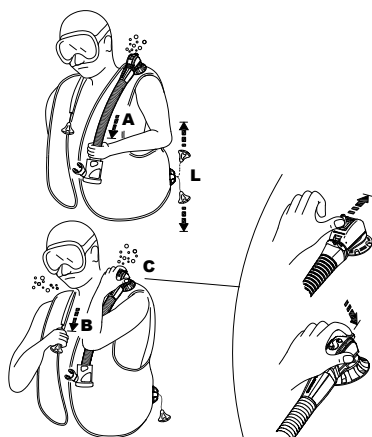

рис. 7
- а) несильно потянув вниз гофрированный шланг с инфлятором (рис. 7 - А). Не следует прилагать чрезмерного усилия к гофрошлангу с инфлятором. Движение клапана ограничено и слишком сильное натяжение не увеличит поток стравливаемого воздуха. Чтобы закрыть плечевой клапан ручного стравливания, просто отпустите шланг.
- б) нажав выступающую из корпуса клапана патентованную кнопку (рис. 7 - С). Этот способ хорош также для сброса воздуха из компенсатора другого дайвера, находящегося в затруднении (паника, недостаток опыта, потеря сознания и т.д.).
- Двойной ручной клапан сброса (патент SCUBAPRO®) сбрасывает воздух при нажатии кнопки (рис. 7-С) в случае отказа ручной системы сброса (по причине разрыва троса, поломки шпильки и т.д.) либо при дыхании из Air 2.
### **Клапан сброса на правом плече (рис. 7 - В)**
Клапан на правом плече, если присутствует, приводится в действие аккуратным рывком за шарообразную ручку, соединенную тросом с самим клапаном (рис. 7 - В). Для использования любого из стравливающих клапанов займите положение, при котором клапан будет находиться выше пузыря воздуха в КП. Используйте клапан стравливания до тех пор, пока не достигнете желаемого уровня плавучести. Прекращение натяжения/сдвига закрывает клапан (рис. 7 - В).
### **Нижний клапан сброса (рис. 7 - L)**
Клапан сброса на правом плече (рис. 7- В) и нижний клапан (рис. 7 - L) позволяют быстрее остальных устройств стравить воздух из компенсатора.